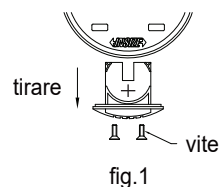

fig.1
---Rimuovere il coperchio della batteria rimuovendo le viti di bloccaggio del coperchio (Fig.1).